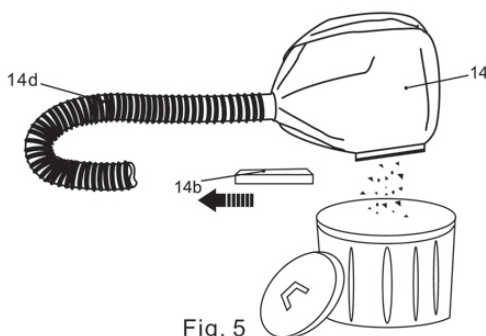

Fig. 5
- > Îndepărtați furtunul de vid (14d) cu sacul de praf (14) de pe produs, dacă este necesar.
- > Țineți sacul de praf (14) deasupra unui coș de gunoi adecvat.
- > Trageți clema (14b) de pe sacul de praf (14) și goliți-l în coșul de gunoi (Fig. 5).
- > Glisați clema (14b) pe șinele sacului de praf (14) și reatașați furtunul de vid (14d) și sacul de praf (14) de produs.